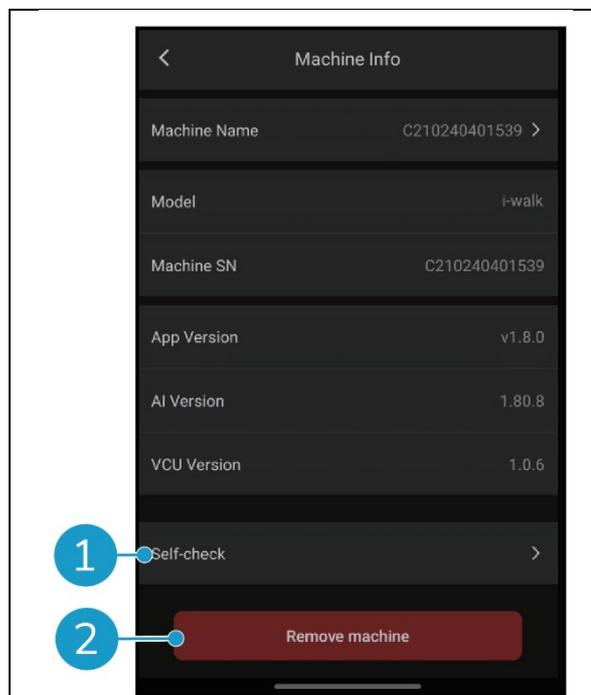

Figura 36
- Toque no botão [Auto-verificação] (Figura 36, pos. 1) para efetuar uma verificação de diagnóstico da máquina.
- Toque em [Remover máquina] (Figura 36, pos. 2) para remover a máquina da sua aplicação i-walk.